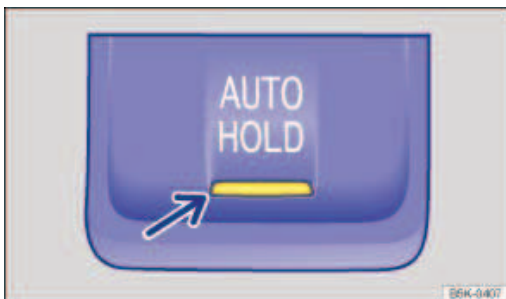

Fig. 135 Dans la console centrale : touche Auto Hold
La fonction Auto-Hold est activée lorsque le témoin de contrôle intégré à la touche **AUTO HOLD** → Fig. 135 jaune et le témoin de contrôle **(P)** vert sur l'afficheur du combiné d'instruments s'allument.
- Appuyez sur la touche  . Le témoin de contrôle intégré à la touche   *⇒ Fig. 135* s'allume en jaune. La fonction Auto Hold est opérationnelle, mais le véhicule n'est pas forcément maintenu à l'arrêt .
- Appuyez sur la touche  . Le témoin de contrôle de la touche   *⇒ Fig. 135* (flèche) s'éteint.